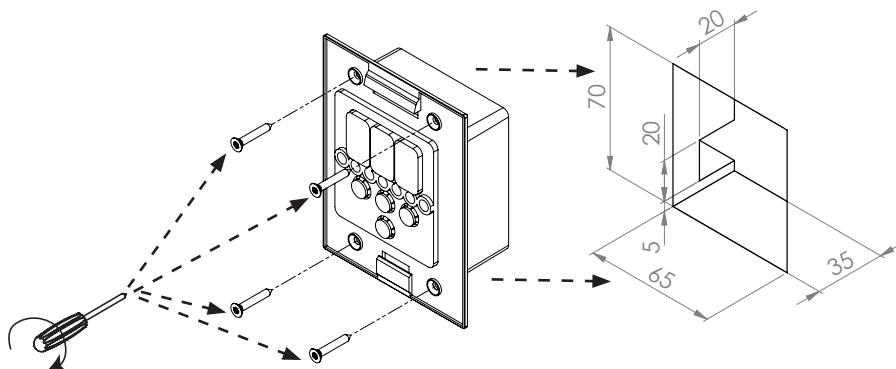
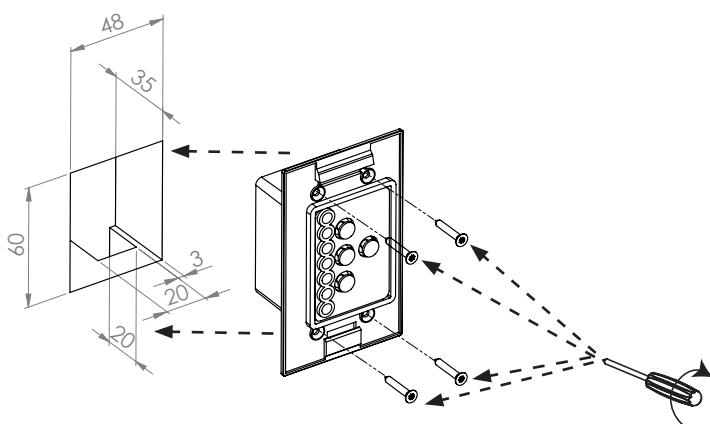

Fig.5 Montaggio dell'unità di comando Pro D
Fig.6 Montaggio dell'uscita supplementare dell'unità di comando (opzionale)
1. Tagliare la rientranza da 70 x 65 o da 60 x 48 mm utilizzando ad es. una sega a gattuccio (vedi **Fig.5 e Fig.6**).